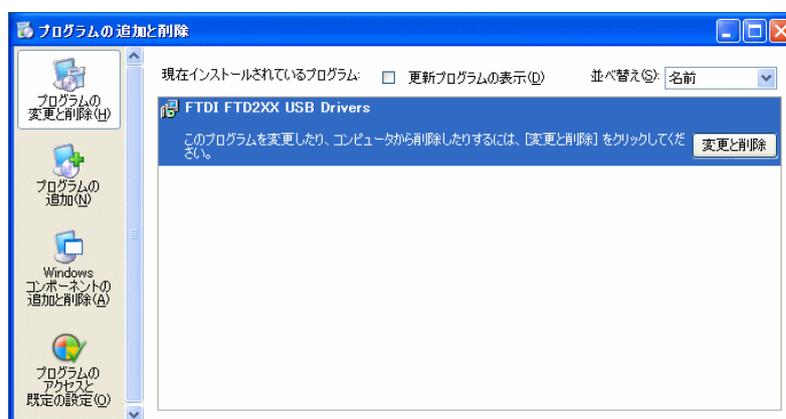

図 16 古いドライバのアンインストール
- 「コントロールパネル」から「アプリケーションの追加と削除」、または「プログラムの追加と削除」を開きます。「FTDI FTD2XX USB Drivers」の項目を選択して削除してください(図 16)。